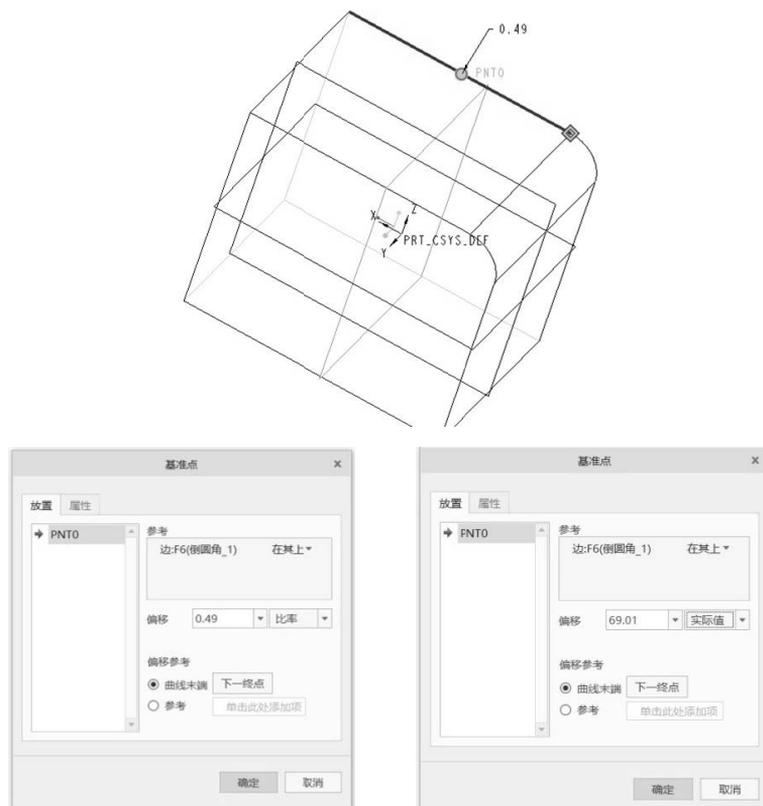

图 3-19
(1) 在曲线或边线上创建基准点,具体创建方法见图 3-19。通过修改偏移比率或实际值